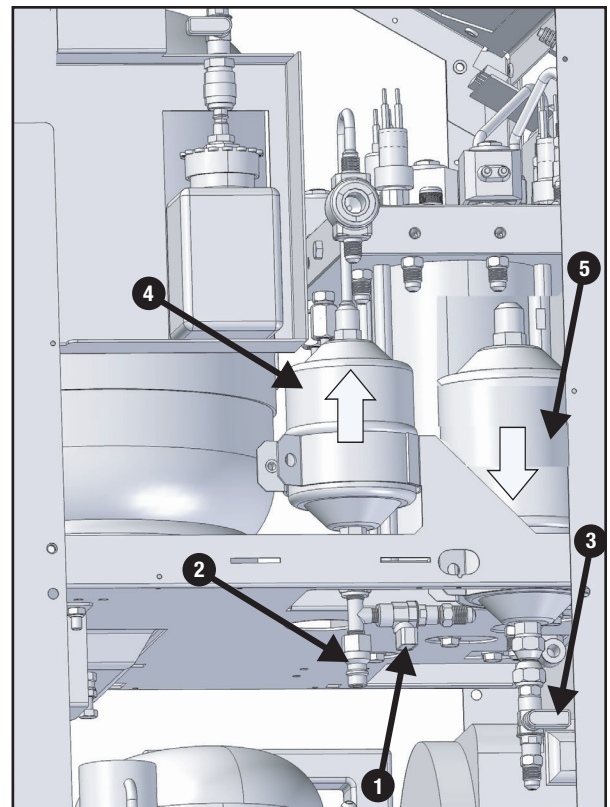

FIG. 12
Siga las siguientes instrucciones para cambiar los filtros (consultar la fig. 12):
- 8) Introduzca el código del filtro. (Solamente en bloqueo). Para introducir el código del filtro, ha de usar la flecha hacia abajo para mover el cursor hasta el siguiente carácter. Para introducir una letra, FIG. 12 siga presionando el mismo número con la letra correspondiente hasta que la letra elegida aparece. Cuando todo el código aparece en la pantalla, presione la tecla ENTER.